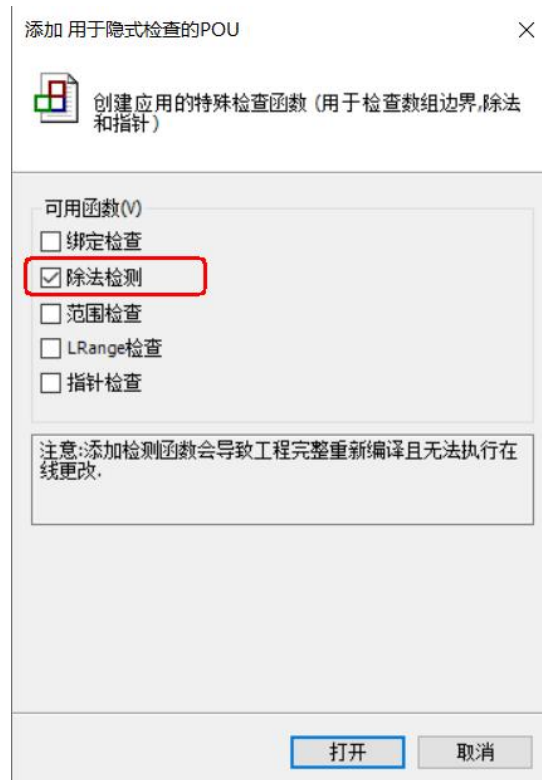

图 16.20 勾选“除法检测”
- 在弹出界面勾选“除法检测”，点击“打开”，如图 16.20 所示；